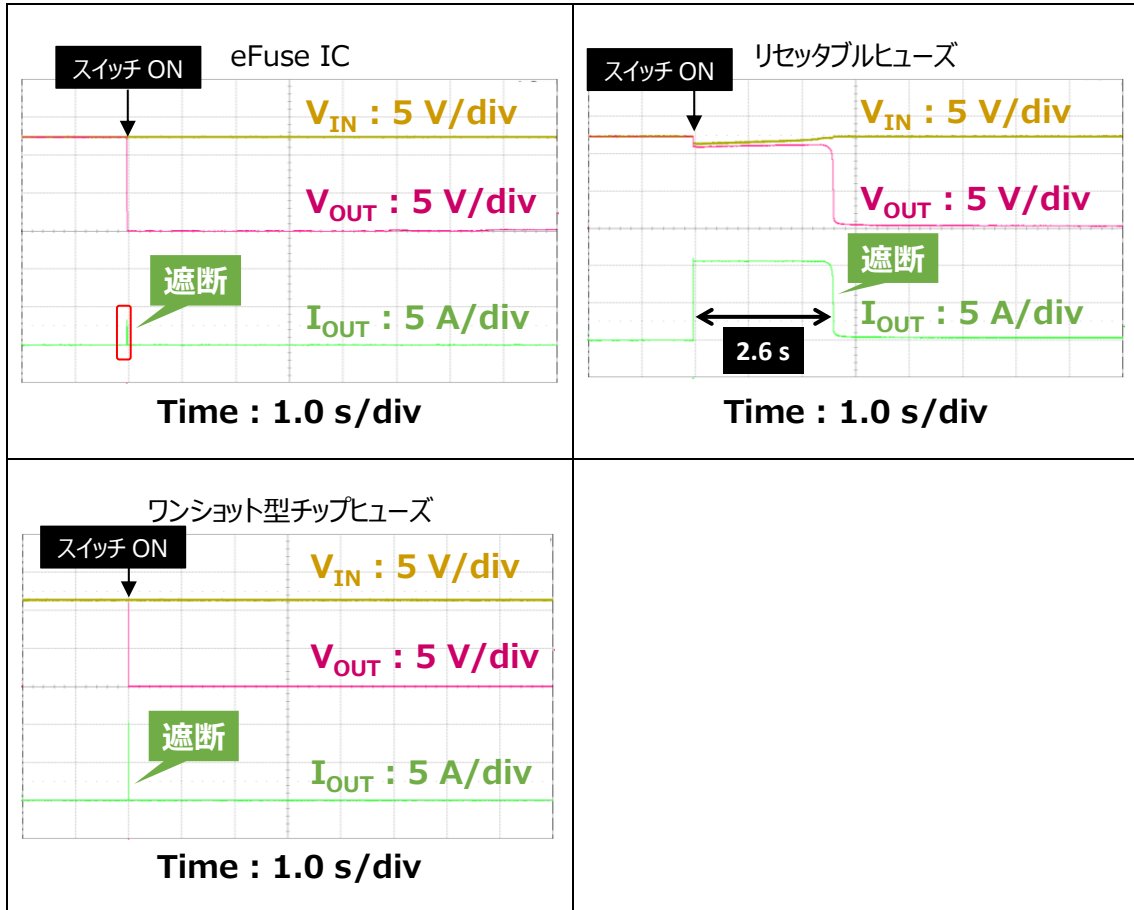
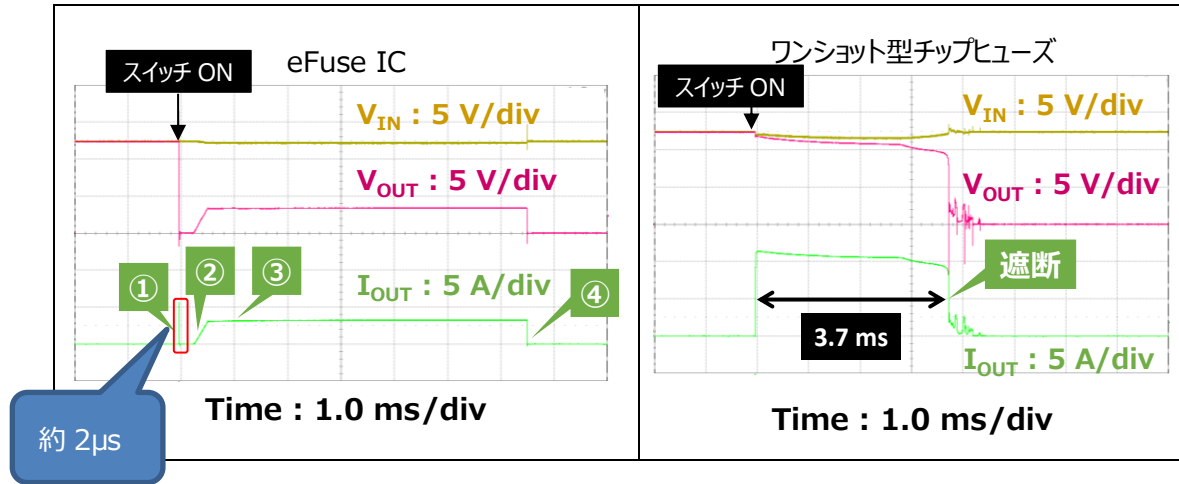

図 8 過電流 10 A の評価結果 (Time: 1.0 s/div)
図 9 過電流 10 A の評価結果 (Time: 1.0 ms/div)
過電流 10 A に設定したときの各種ヒューズの動作を図 8 に示します。
eFuse IC とワンショット型チップヒューズは、図 8 では遮断時間が非常に短く、より詳細に比較するため、時間軸を 1.0 ms/div にした測定結果を図 9 に示します。
結果、eFuse IC は瞬時（図 9 左の①緑色枠内）に電流経路を遮断したのに対し、ワンショット型チップヒューズは 3.7 ms 経過後に経路を遮断しました。
過電流保護機能が動作した後の eFuse IC の振る舞いについて説明します（図 9 左側）。
- ・過電流発生時の eFuse IC は、電流を検知後、電流遮断(図 9 中①の赤色枠内)。
- ・その後、数 100µs 後に電流経路の遮断を解除（導通）(図 9 中②の箇所)。
- ・このとき、過電流が解消されていない場合は過電流制限機能により I_{OUT} が 3 A (I_{LIM}) で制限される(図 9 中③の箇所)。
- ・eFuse IC が 3 A を流している状態が続くと、放熱環境によるが、チップ温度が上昇し過熱保護(TSD)により再度経路が遮断される(図 9 中④の箇所)。